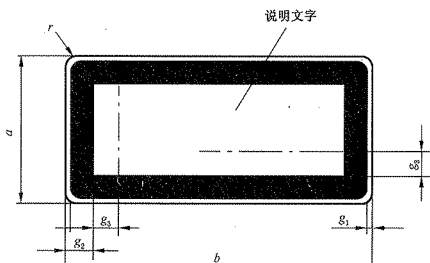

图 C.1 激光辐射窗口标志的图形与尺寸
C.1.1 激光辐射窗口标志为带说明文字的长方形(见图 C.1),其位置应在紧贴“当心激光”警告标志下边界的正下方。
C.1.3 激光辐射窗口标志说明文字应写在激光辐射窗口标志规定的长方形边框中(见图 C.1),文字的位置在激光辐射窗口标志  $g_3$  尺寸规定的虚线框内。
激光产品辐射分类说明标志为带说明文字的长方形(见图 C.1),图形、尺寸、文字位置同 C.1.1、C.1.3、C.1.4 的规定。说明文字的内容必须严格按照不同的辐射分类给予说明。
C.3.1 激光辐射场所安全说明标志为带说明文字的长方形(见图 C.1),图形、尺寸、文字位置同 C.1.1、C.1.3、C.1.4 的规定。说明文字的内容按照不同的辐射分类给予相应的说明。